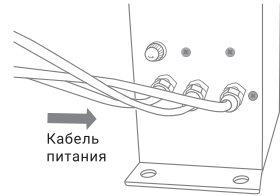

Рис. 6
3. Вскройте упаковку и проверьте комплектность поставки. Количество выходов на корпусе под установку УФ-ламп должно соответствовать количеству соединительных портов¹⁾. С каждого соединительного порта выходит кабель, оканчивающийся 4-контактным электрическим разъемом для подключения УФ-ламп. Кабель питания подключен к отдельному порту (рис. 6).